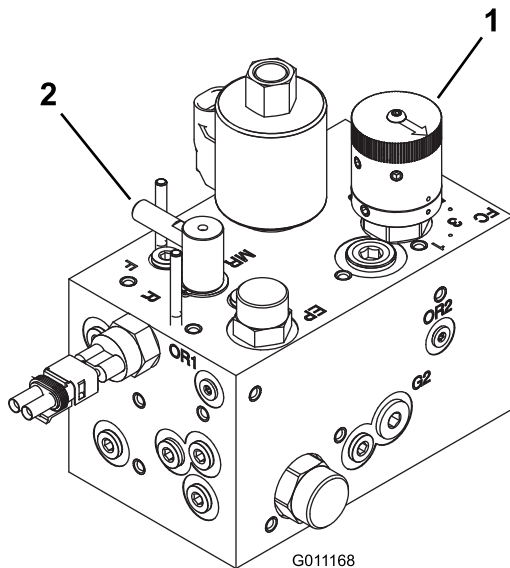

Figure 77
3. Tournez le levier de rodage à la position de rodage (R). Tournez la commande de vitesse des cylindres à la position 1 (Figure 77).